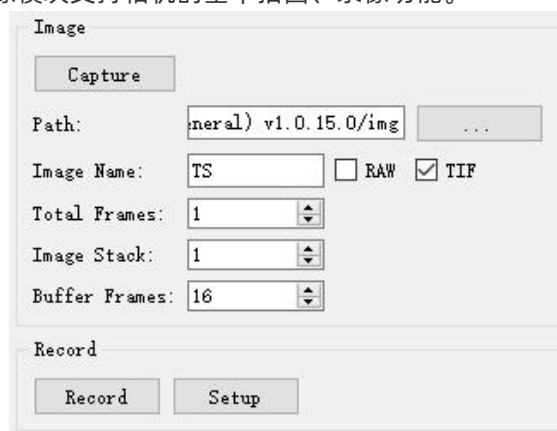

图 5-5
- 9) Setup: 如图 5-5 设置录像压缩格式和播放速率，压缩支持 Full Frame (No Compression) 无压缩格式、MPEG-4 压缩格式；